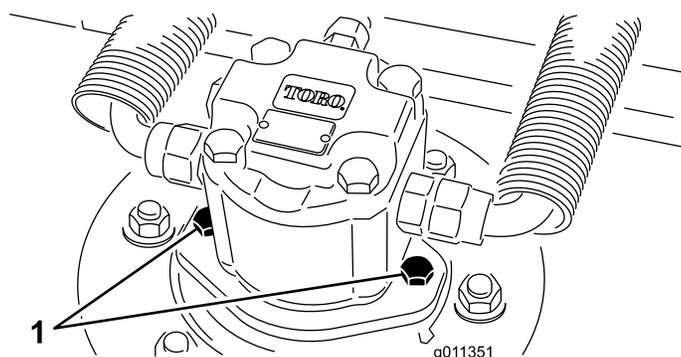

Figura 55
2. Desligue e retire o motor hidráulico da plataforma (Figura 55). Cubra a parte superior do eixo para não o sujar.
4. Instale o motor hidráulico na plataforma (Figura 55). Verifique se o anel de retenção está posicionado corretamente e não está danificado.